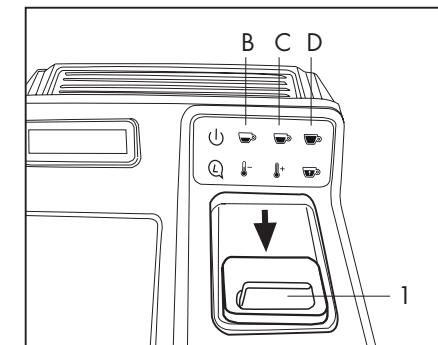

Fig. 11
- Richiudere lo sportello (1) e premere uno dei tasti erogazione (B) (C) (D) in base ai propri gusti. (**Fig. 11**)